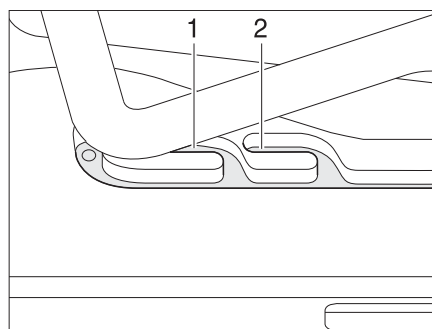
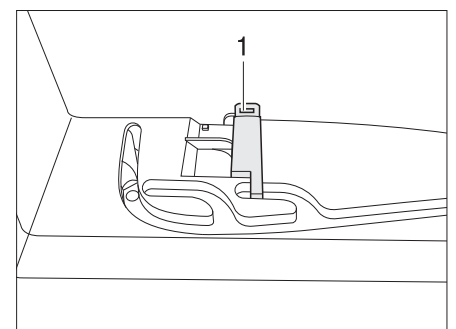

Bild 31 Kipp-Dachhaube in Lüftungsstellung
Bild 32 Verriegelung in Lüftungsstellung
Lüftungsstellung Die Kipp-Dachhaube kann in zwei Lüftungsstellungen gebracht werden: Schlechtwetterstellung (Bild 31,1) und Mittelstellung (Bild 31,2). Je nach Modell kann die Dachhaube in der Mittelstellung mit dem Riegel (Bild 32,1) verriegelt werden.
- Den Bügel leicht nach oben drücken und in die gewählte Führung (Bild 31,1 oder 2) schieben und ggf. verriegeln.